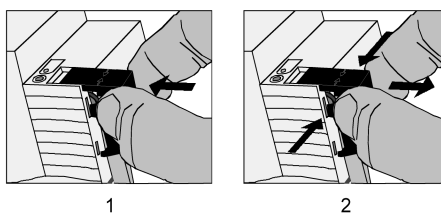

Bild 8: Abdeckkappe für Busanschluss anbringen / entfernen
- Abdeckkappe anbringen: Die Abdeckkappe wird über die Busklemme geschoben, bis sie spürbar einrastet (Bild 8).
- Abdeckkappe entfernen: Die Abdeckkappe wird entfernt, indem sie seitlich leicht eingedrückt und nach vorne abgezogen wird (Bild 8).